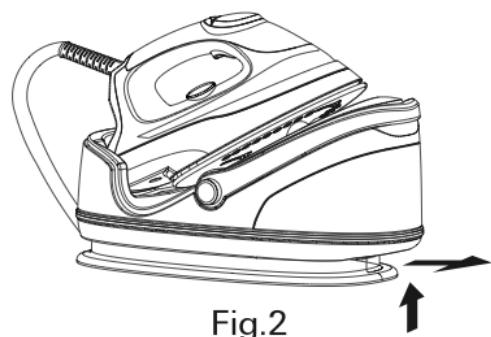

Fig.2
1. Drücken Sie die Wassertanksperre nach oben und schieben Sie den abnehmbaren Wassertank nach außen weg von der Basis. (Abb.2)